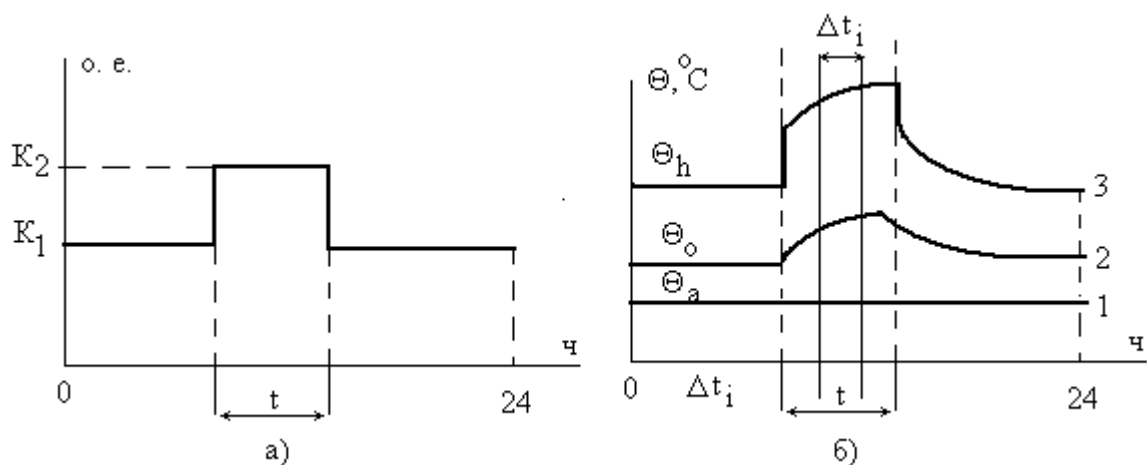

Рис. 3.1. Двухступенчатый суточный график нагрузки (а) и переходный тепловой режим в трансформаторе (б)
Задача 3.2. Для двухступенчатого суточного графика нагрузки (рис. 3.1, *a*) трансформатора требуется:
1. Рассчитать переходный тепловой режим трансформатора и построить график (рис. 3.1, *б*).